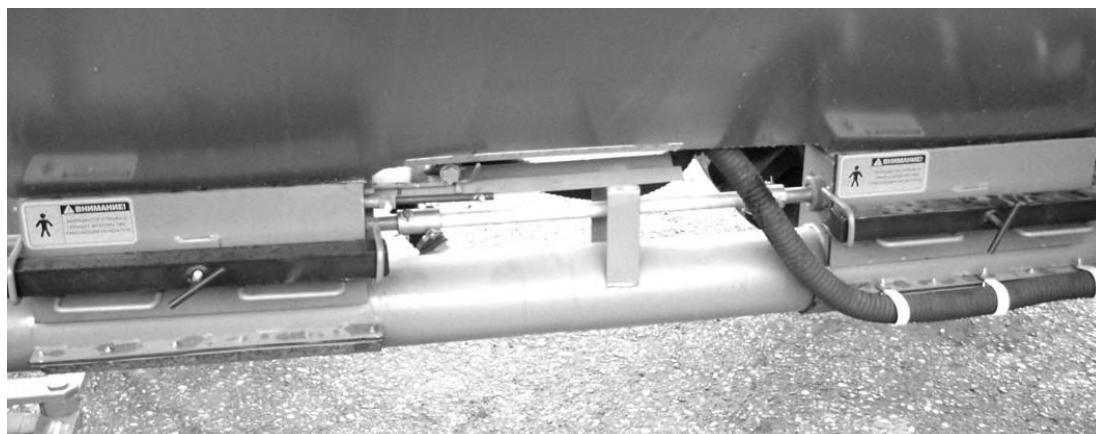

Рис. 6.6.6.
6.6.5. Смазку элементов **привода высевающего механизма** (рис. 6.6.6) (подшипники скольжения и другие трущиеся узлы и детали) производить консистентной смазкой общего назначения каждые 50 часов работы.